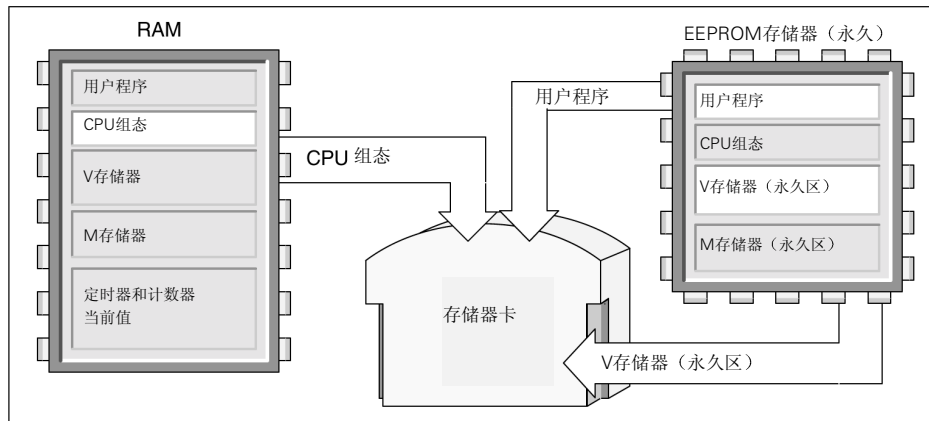

图 5-20 复制 CPU 存储器到存储器卡
3. 使用菜单命令 **PLC>Program Memory Cartridge** 来向存储器卡中复制序。图 5-20 显示了存于存储器卡中的 CPU 存储器元素。